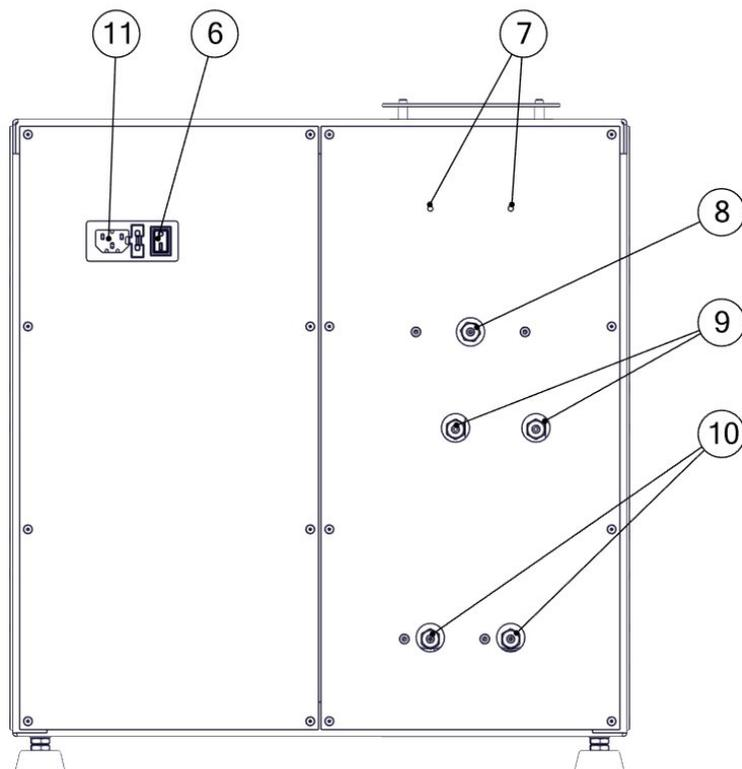

Figure 7-3 - Vue arrière
1. Éteignez le testeur de résistance à la traction à l'état humide en mettant l'interrupteur à bascule situé à l'arrière de la machine (Figure 7-3, élément 6) sur la position OFF.
5. Retirez les capuchons en plastique des deux connecteurs de vidange d'huile situés à l'arrière de la machine (Figure 7-3, élément 10).
12. Retirez les capuchons en plastique des deux connecteurs d'entrée d'huile situés à l'arrière de la machine (Figure 7-3, Repère 9).
14. Replacez les capuchons en plastique sur les deux connecteurs d'entrée d'huile (Figure 7-3, Repère 9) situés à l'arrière de la machine.
1. Éteignez le testeur de résistance à la traction humide, attendez quelques secondes et rallumez-le en mettant l'interrupteur à bascule situé à l'arrière de la machine (Figure 7-3, élément 6) en position OFF et ON.
2. Allumez le testeur de résistance à la traction à l'état humide en mettant l'interrupteur à bascule situé à l'arrière de la machine (Figure 7-3, élément 6) sur la position ON.